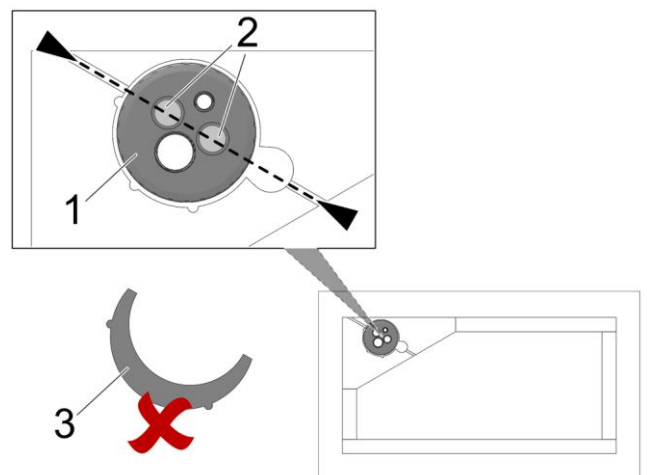

Abb. 3-3: Draufsicht Isolierstein
- ▶ **Wärmepumpenrohr** (Verlauf muss unter der Frostgrenze liegen) eingraben und fixieren (z.B. 3 bis 4 Betoneisen mit $\text{Ø}10$ mm einschlagen). Hinweis: **Auf erforderliche Ausrichtung des Wärmepumpenrohres achten**, → Abb. 3-3, (das Rohr kann im weiteren Arbeitsablauf nicht mehr verdreht/ausgerichtet werden!).
- ▶ **Nach Trocknung der Schalsteine nochmals auf die Ausrichtung des Wärmepumpenrohres kontrollieren**, → Abb. 3-3 (das Rohr kann im weiteren Arbeitsablauf nicht mehr verdreht/ausgerichtet werden!).